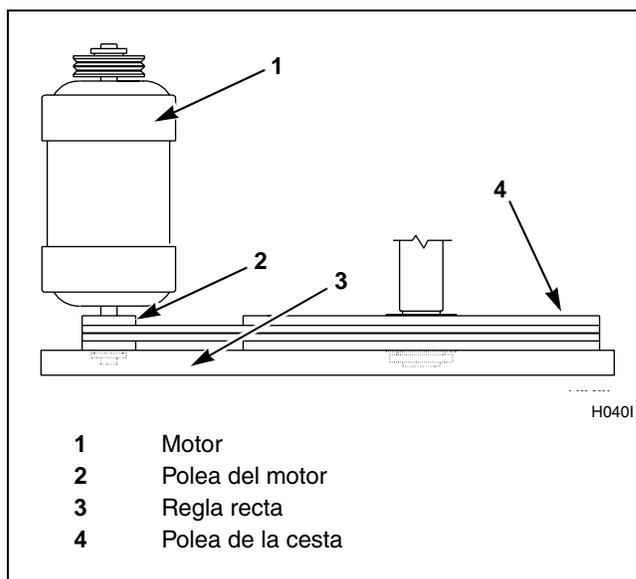

Figura 15
- b. Para los sistemas de impulsión de poleas con garganta, verifique el alineamiento colocando una regla a través de las caras de las poleas. La regla deberá hacer contacto con las poleas en cuatro lugares. Consulte la *Figura 15*.